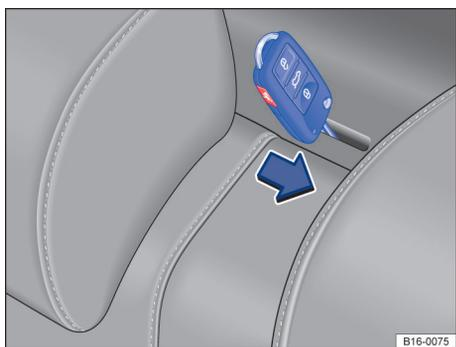

Fig. 174 Detrás del respaldo del asiento trasero: desbloqueo de emergencia del respaldo del asiento trasero.
- Introduzca la llave del vehículo en la ranura de la bandeja situada detrás del respaldo del asiento trasero para desbloquearlo ⇒ fig. 174 y presione en el sentido de la flecha.